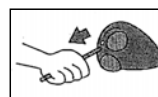

Figure 1
1. **Installation des antennes** - Tirer l'antenne par l'arrière de la tête vers l'avant. Aligner la partie plate de la base d'antenne sur la clé à l'intérieur de la tête. Tirer jusqu'à ce qu'elle verrouille en place (Voir la Figure 1).